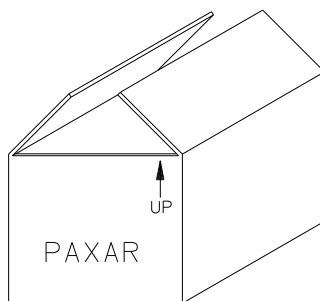

Figura 2 Caja de Envío.
Abra la impresora desde la parte de arriba de la caja (Véase *Figura 2*). No corte profundo en el cartón ya que hay objetos justo debajo de este. Remueva los objetos del inserto superior. Remueva el inserto superior. Levante la impresora a la mesa de las dos tiras de amarre. Remueva las dos tiras y el plástico de la impresora. Inspeccione la impresora para buscar daños de envío. Si descubre algún daño llame a AVERY DENNISON para más instrucciones – En Estados Unidos al (570) 888-6641. En otros países contacte a su distribuidor AVERY DENNISON local. Una vez que usted esté satisfecho que no hubo ningún daño obvio de envío levante la impresora a la localización deseada.